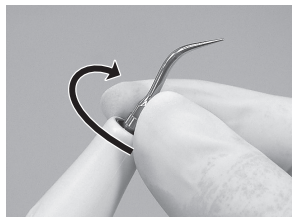

Fig. 13
- 1) Rode ligeiramente a Ponta à mão e instale-a. (Fig. 13)